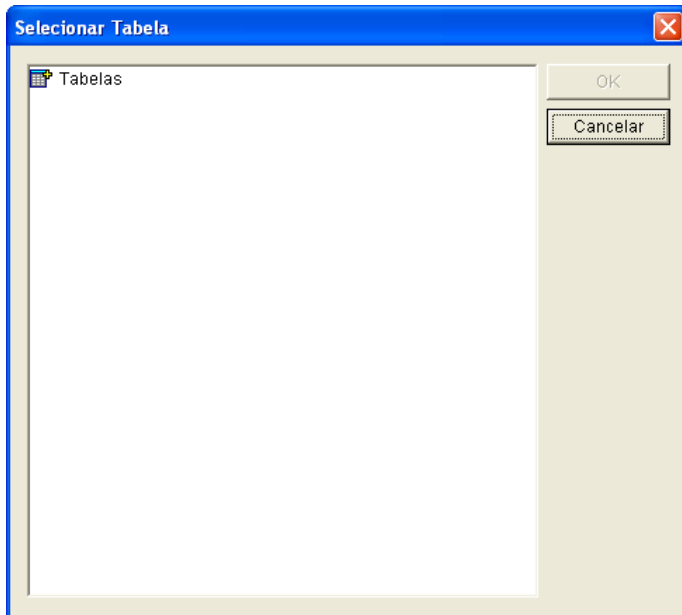

Figura 4-6
- **Alterar Tabela:** Selecione outra tabela para carregar informações (veja a Figura 4-6).